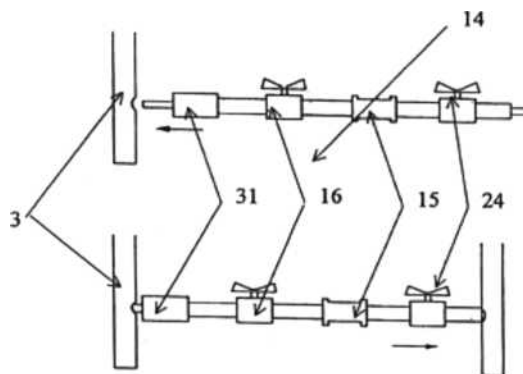

Рис.2
1.4. Установка направляющих для ног (рис.2).